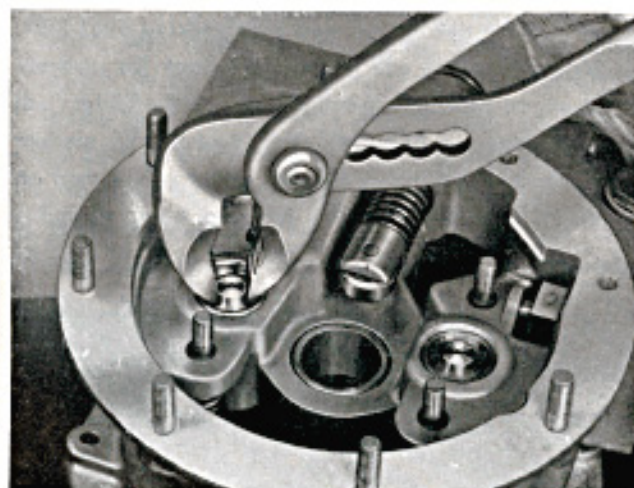

Bild 3-43. Demontering av kolvar
1. Tag bort locken över oljesilen och över hävarmen (13, plansch III-B) för manöverventilen. Tag ut oljesilen. Lossa skruvarna och lyft ut solenoiden (17).
2. Vik ned lösblecken, lossa och tag bort muttrarna för kolvarnas tryckplattor (54). Tag bort tryckplattorna. Drag ut kolvarna med hjälp av en tång, se bild 3-43.
3. Lossa muttrarna som håller samman bromstrumma (39), främre (46) och bakre hushalva (20). Lossa skruvarna successivt runt om så att inte